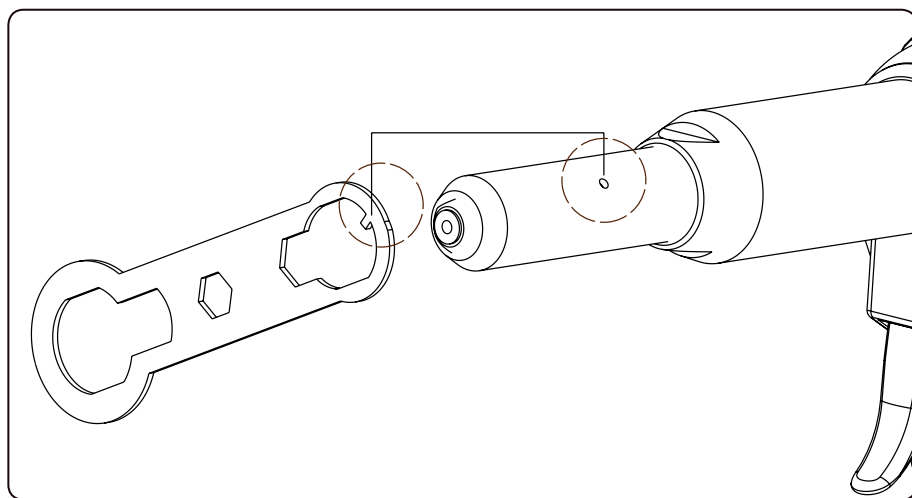

Fig.7, posizione dell'arresto della chiave nel foro del cannetto
- Nel caso in cui fosse necessario accedere alle ganasce (Parte 3, Fig.8) o altre parti, svitare il cannetto con la chiave in dotazione. Per poter svitare la cannetto con una chiave, la sporgenza sulla chiave deve essere inserita nel foro del cannetto come fermo (Fig.7). Premere e rilasciare il grilletto prima di sostituire le parti. Accertarsi che i componenti del cannetto della pistola rivettatrice siano sufficientemente lubrificati, soprattutto dopo la loro sostituzione. Per la lubrificazione deve essere utilizzata vaselina per macchine.